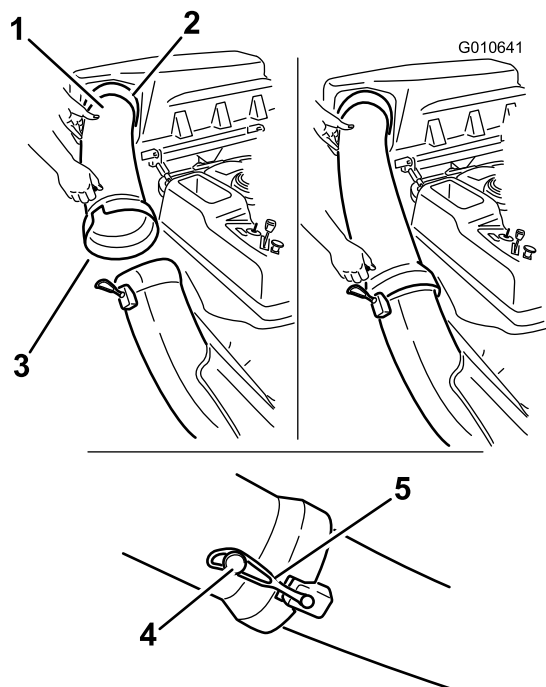

Figura 19
1. Deslize a extremidade curva do tubo de descarga para a abertura da parte superior do depósito de recolha de relva (Figura 19).
2. Deslize a extremidade grande do tubo de descarga sobre a extremidade da calha. Mova a fita de retenção de borracha nos encaixes da calha para a cavilha no tubo de descarga para a prender (Figura 19).